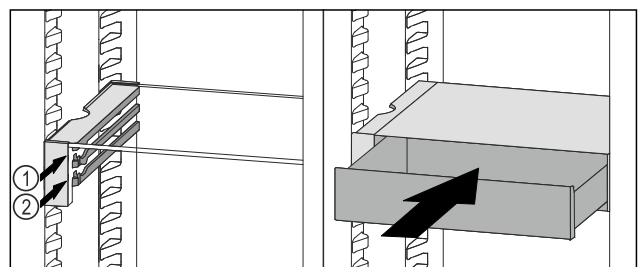

Fig. 56
- ▶ VarioSafe-Schubfach hinter den Stopperrn auf gewünschter Rippe Fig. 56 (1) oder Fig. 56 (2) aufsetzen.